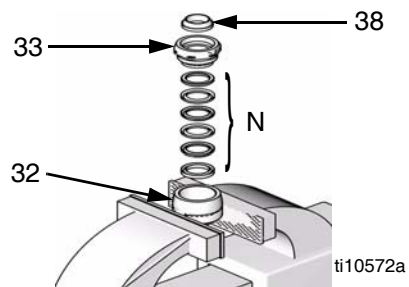

FIG. 18
1. Lubrique las empaquetaduras de la válvula de admisión (N) y móntelas en la válvula (32). Vea FIG. 18. Consulte en las secciones de Kits de empaquetaduras la configuración correcta de las empaquetaduras de la válvula de admisión.
2. Con el lado biselado dirigido hacia arriba, presione la junta de la válvula de admisión (38) en el hueco de la tuerca prensaestopas de la válvula de admisión (33) hasta que encaje en su sitio. La nariz del sello debería estar nivelada o ligeramente empotrada contra la cara de la tuerca prensaestopas. Vea FIG. 18.
3. Coloque las partes planas del cuerpo de la válvula (32) en un tornillo. Enrosque a mano la tuerca de presión (33) en el cuerpo de la válvula. Separe el conjunto del alojamiento de admisión.